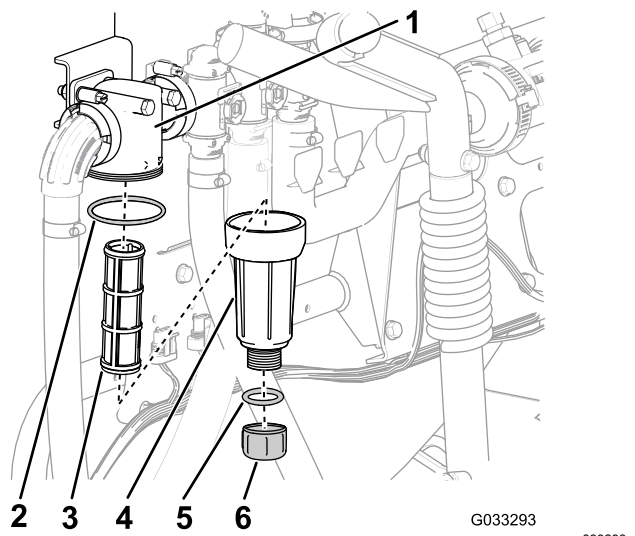

Figure 60
2. Placez un bac de vidange sous le filtre de pression (Figure 60).
3. Tournez le bouchon de vidange dans le sens antihoraire et déposez-le de la cuvette du filtre de pression (Figure 60).
4. Tournez la cuvette dans le sens antihoraire et déposez-la de la tête du filtre (Figure 60).
5. Retirez l'ancien élément du filtre de pression (Figure 60).
6. Contrôlez l'état et l'usure du joint torique du bouchon de vidange (à l'intérieur de la cuvette) et du joint torique de la cuvette (à l'intérieur de la tête du filtre) (Figure 60).
7. Montez le nouvel élément filtrant dans la tête du filtre de pression (Figure 60).
8. Vissez la cuvette sur la tête du filtre à la main (Figure 60).
9. Vissez le bouchon sur la cuvette à la main (Figure 60).